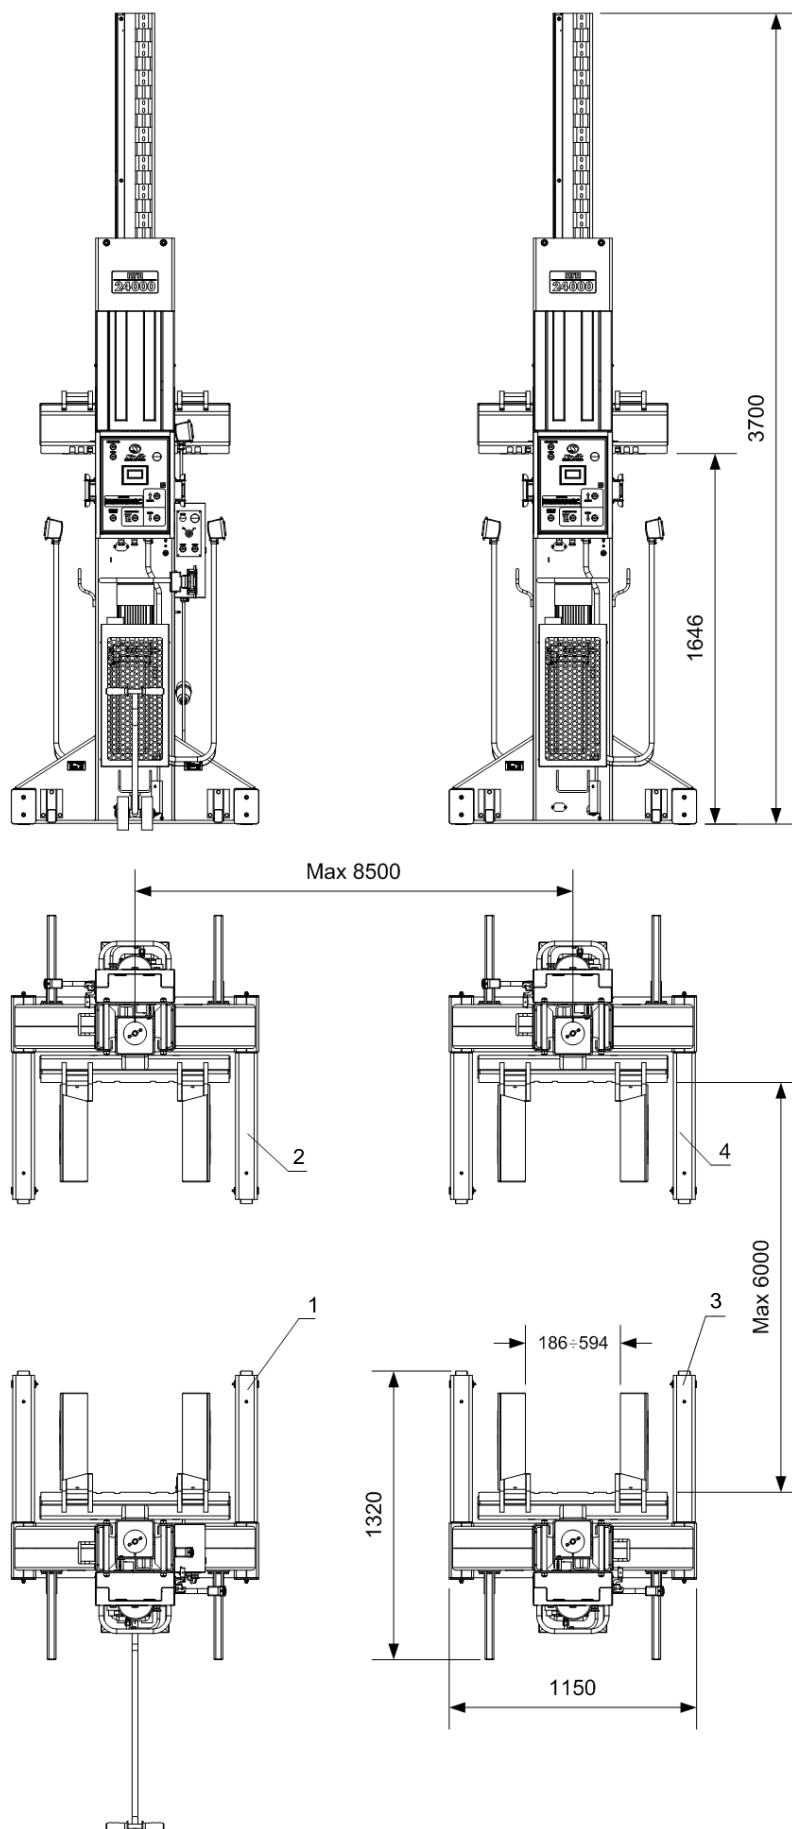
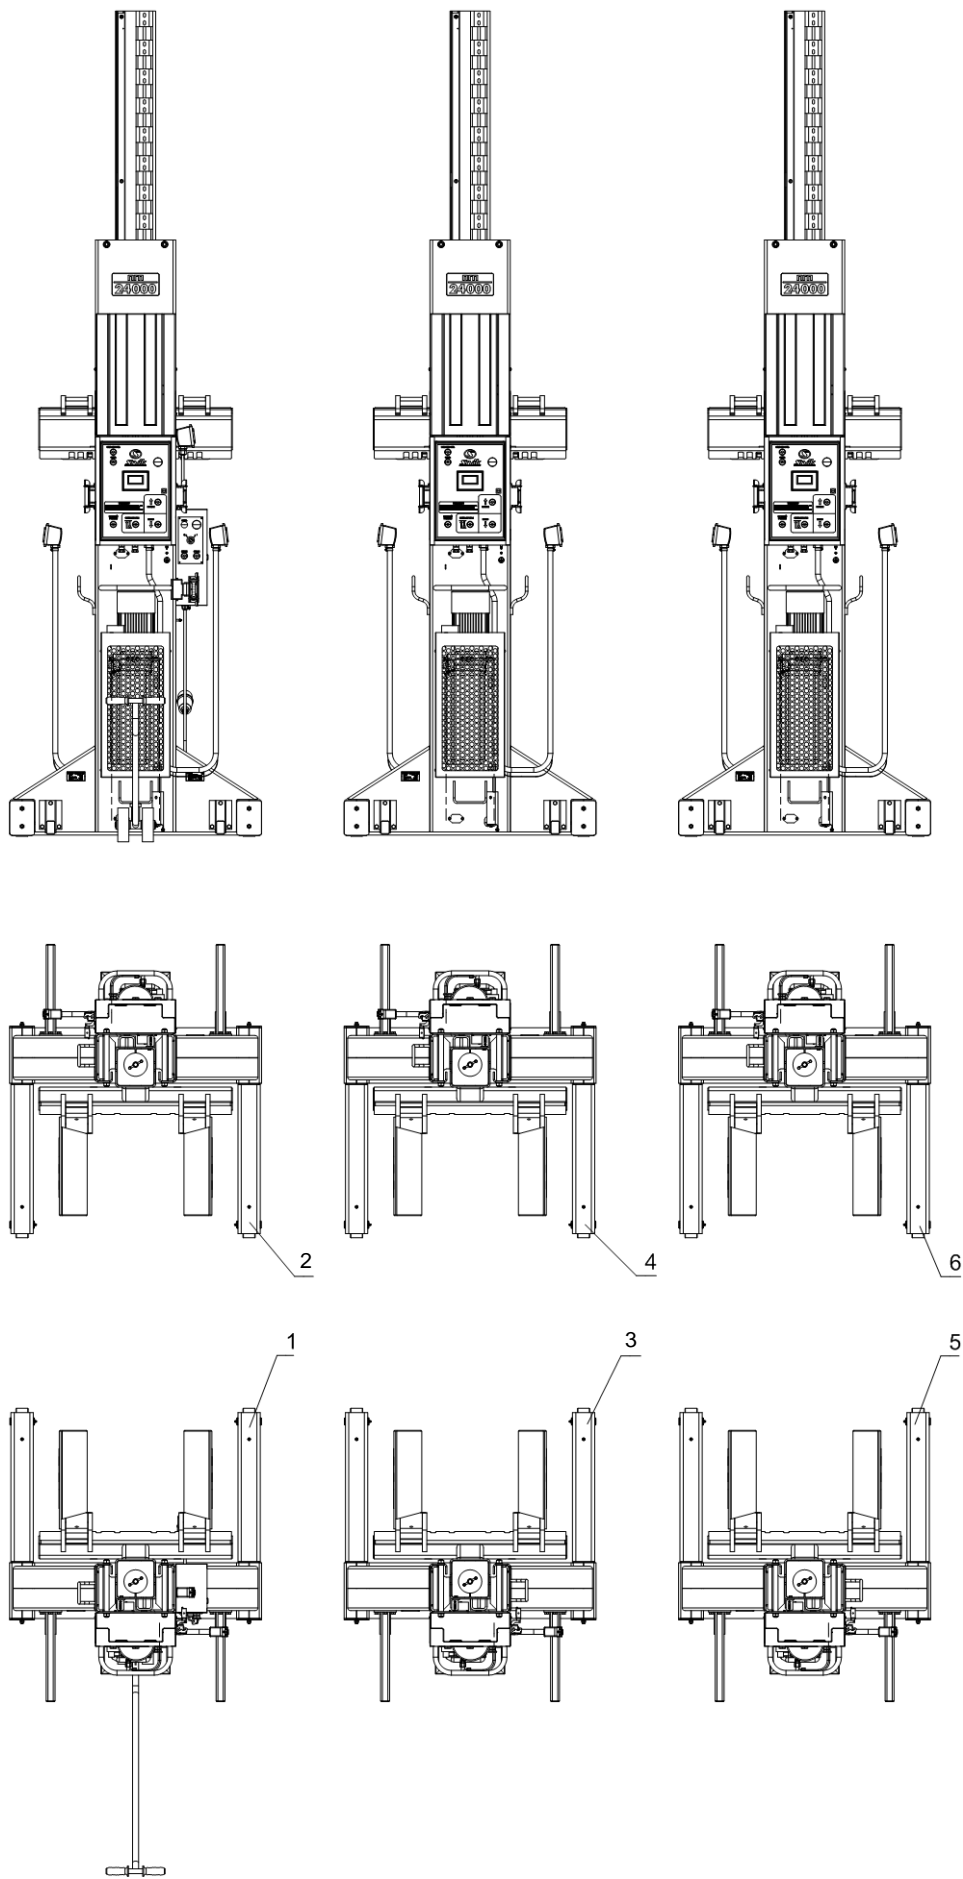

Рисунок 1. Общий вид подъемника ПГП-30000/4
Рисунок 2. Общий вид подъемника ПГП-45000/6
4.1 Подъемник состоит из: модель ПГП-30000/4 (рисунок 1) – четырех стоек – главной №1 и второстепенных №№ 2, 3, 4; модель ПГП-45000/6 (рисунок 2) – шести стоек - главной №1 и второстепенных №№ 2, 3, 4, 5, 6. Подъемник модели ПГП-30000/4 возможно переоборудовать в подъемник модели ПГП-45000/6 при дополнительном приобретении стоек (от модели ПГП-45000/6) №5 и №6.